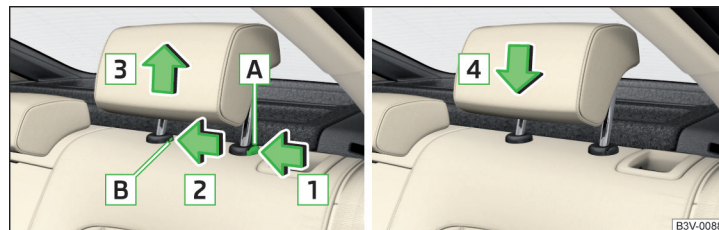

Abb. 80 Kopfstütze hinten: aus-/einbauen
- › Die Sicherungstaste **A** in Pfeilrichtung **1** » Abb. 80 drücken, gleichzeitig mit einem flachen Schraubendreher mit einer Breite von max. 5 mm die Sicherungstaste in der Öffnung **B** in Pfeilrichtung **2** drücken.